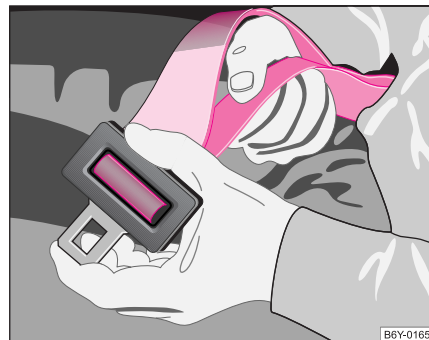

Abb. 107 Verlängerung des Beckengurtes
- Halten Sie die Schlosszunge im rechten Winkel zum Gurtband und ziehen Sie das Gurtband auf die erforderliche Länge durch ⇒ Seite 130, Abb. 107.